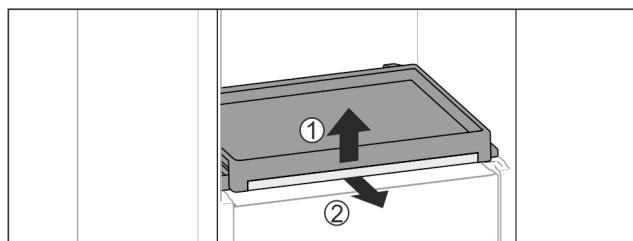

Fig. 111
- ▶ Vyberte vyťahovaciu poličku so sklenou doskou: Vpredu zľahka nadvihnite sklenú dosku *Fig. 111 (1)* a vytiahnite ju smerom dopredu *Fig. 111 (2)*.